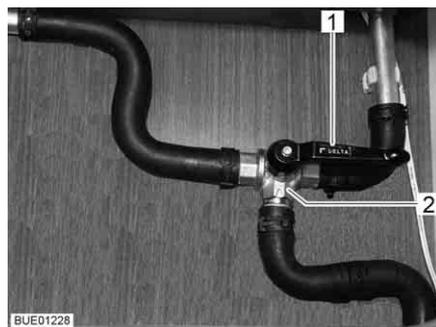

Fig. 138 Vanne à 3 voies
- Positionner le levier (Fig. 138,1) de la vanne à 3 voies (Fig. 138,2) parallèlement au sens du débit linéaire (Fig. 138).
- Positionner le levier (Fig. 138,1) de la vanne à 3 voies (Fig. 138,2) perpendiculairement au sens du débit linéaire.